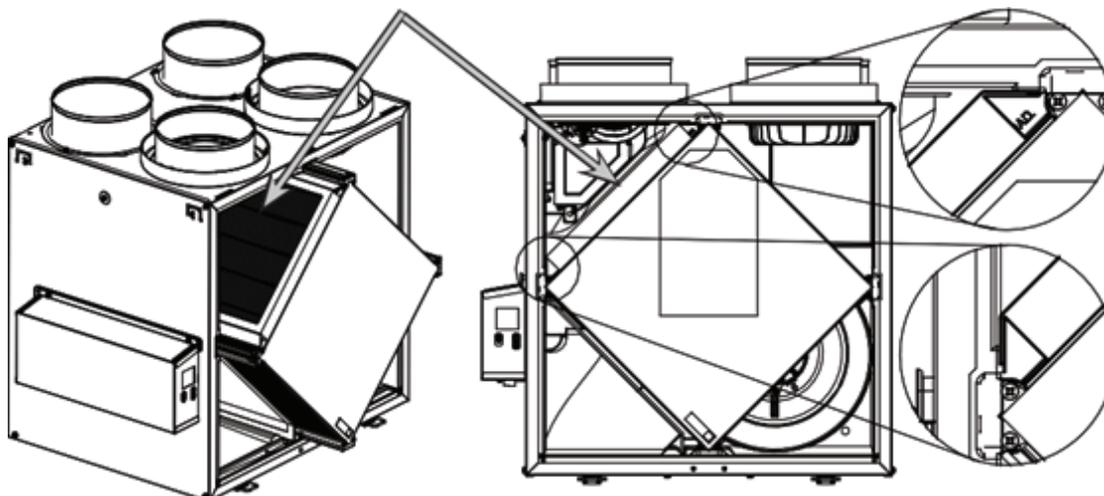

Fig. 27 – Filtre MERV13 en Option
13. Installer le filtre MERV13 sur le noyau, tel qu'illustré ci-contre. (Fig. 27).